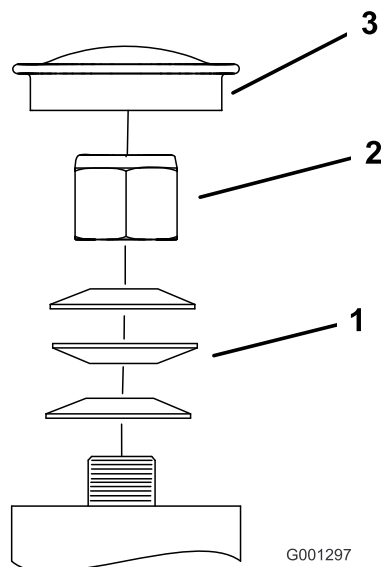

Figura 68
3. Retire o tampão antipoeira da roda e aperte a porca de bloqueio (Figura 68).
4. Aperte a porca de freio até que as anilhas de mola estejam planas e, em seguida, recue 1/4 de volta para aplicar devidamente a pré-carga nos rolamentos (Figura 68).
5. Instale o tampão antipoeira (Figura 68).
Importante: Certifique-se de que as anilhas de mola estão corretamente montadas como apresentado na Figura 68.